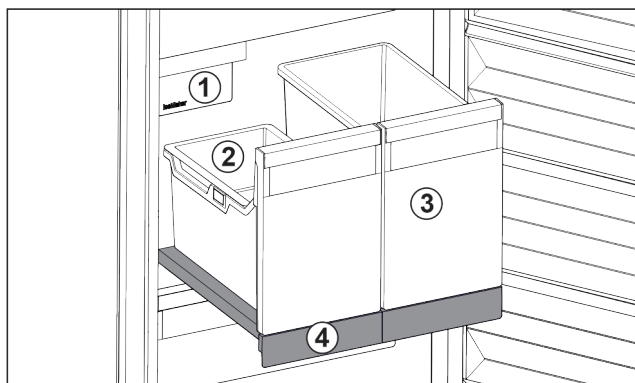

Fig. 22 Wysuwana półka z IceTower
Na wysuwanej półce znajdują się dwa wysokie pojemniki (IceTower). W pojemniku Fig. 22 (2) zbierane i przechowywane są kostki lodu z IceMaker. Pojemnik Fig. 22 (3) nadaje się do przechowywania wysokich artykułów spożywczych, takich jak pizza i napoje alkoholowe.